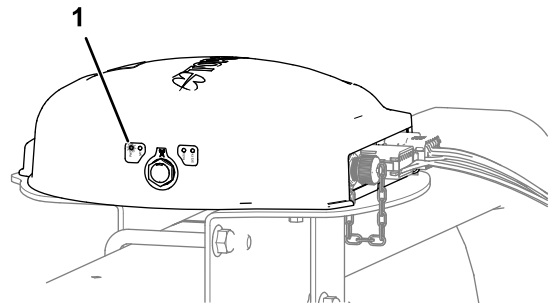

Bild 156
- Satellitenempfänger: die PWR-Anzeige leuchtet (Bild 156)